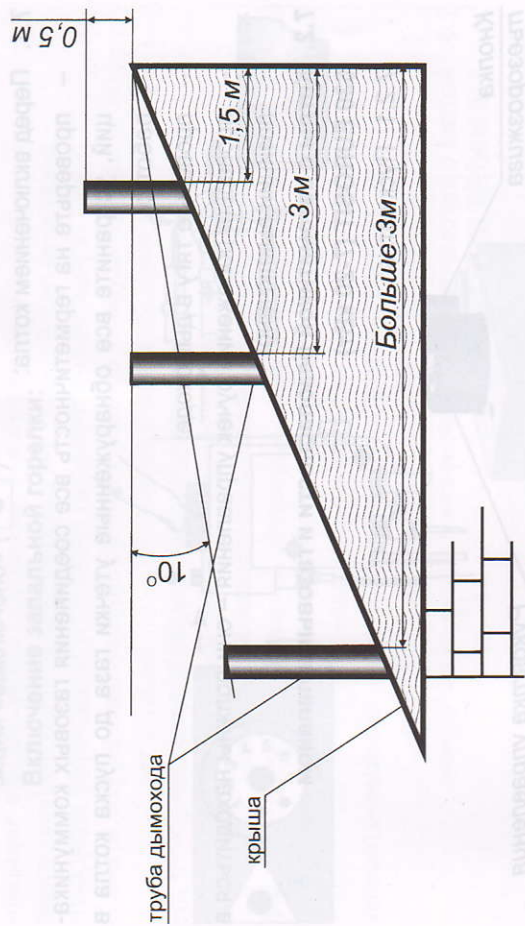

Рис. 3. Схема размещения дымовых труб.
6.11. Дымоход рис. 3 должен быть выведен выше зоны ветрового подпора. Высота дымохода над крышей дома устанавливается в зависимости от расстояния его от конька по горизонтали и должна быть: